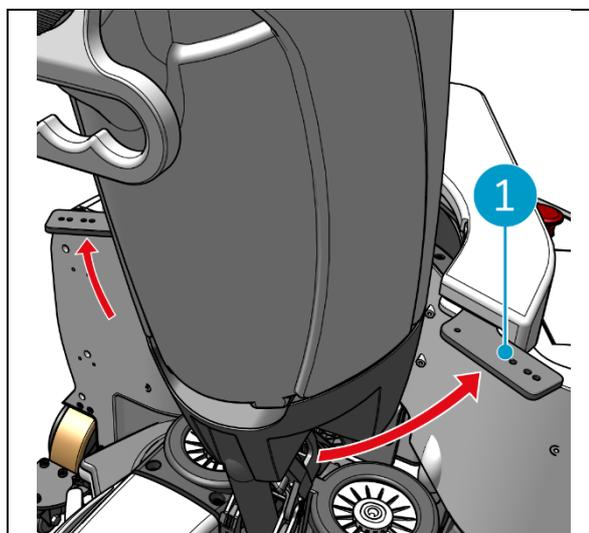

Figura 45
3. Desbloquear o anel de fixação no i-walk (Figura 45, pos. 1).